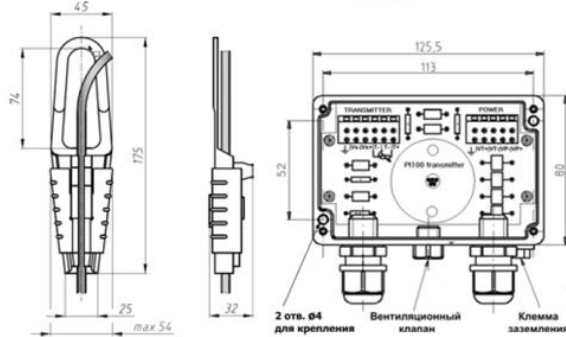

Рисунок 2. Установочные принадлежности.
4.7. Для удобства подключения и безопасной эксплуатации, рекомендуется использовать погружные датчики вместе с клеммной коробкой KL 3 со встроенной грозозащитой и защитой от перепадов напряжения (см. рис. 2). Модели погружных датчиков в корпусе из нержавеющей стали могут оснащаться термосопротивлением Pt-100. Клеммная коробка KL 4
4.8. Клеммная коробка устанавливается на вертикальную плоскость вблизи места применения датчика. Для крепления клеммной коробки используются два отверстия, расположенные под крышкой (см. рис. 2). Кабельные вводы и клапан должны быть направлены вниз.